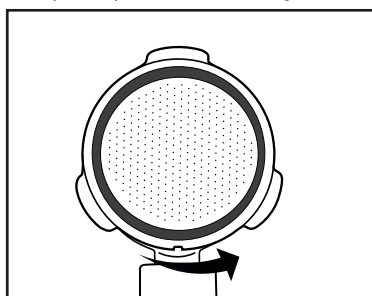

Fig. 2
- Tournez ensuite légèrement le grand filtre à espresso ❺ ou le petit filtre à espresso ❻ de manière à ce qu'il ne puisse plus tomber (voir figure 2).